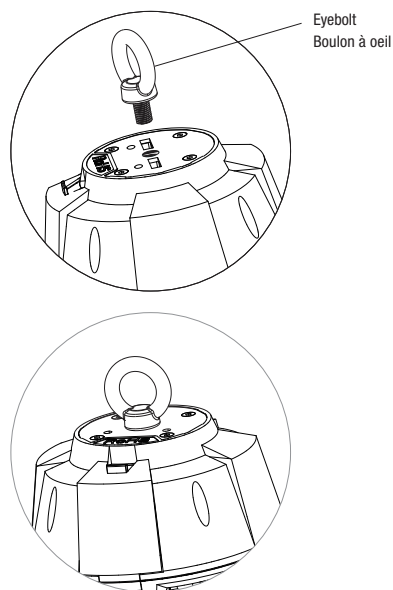

Fig. 4
2. Install the eyebolt (included) by screwing it into the hole in the center of the top of the luminaire (Fig. 4).
2. Installer le boulon à oeil (inclus) en le vissant dans le trou se situant au centre du luminaire. (Fig. 4).